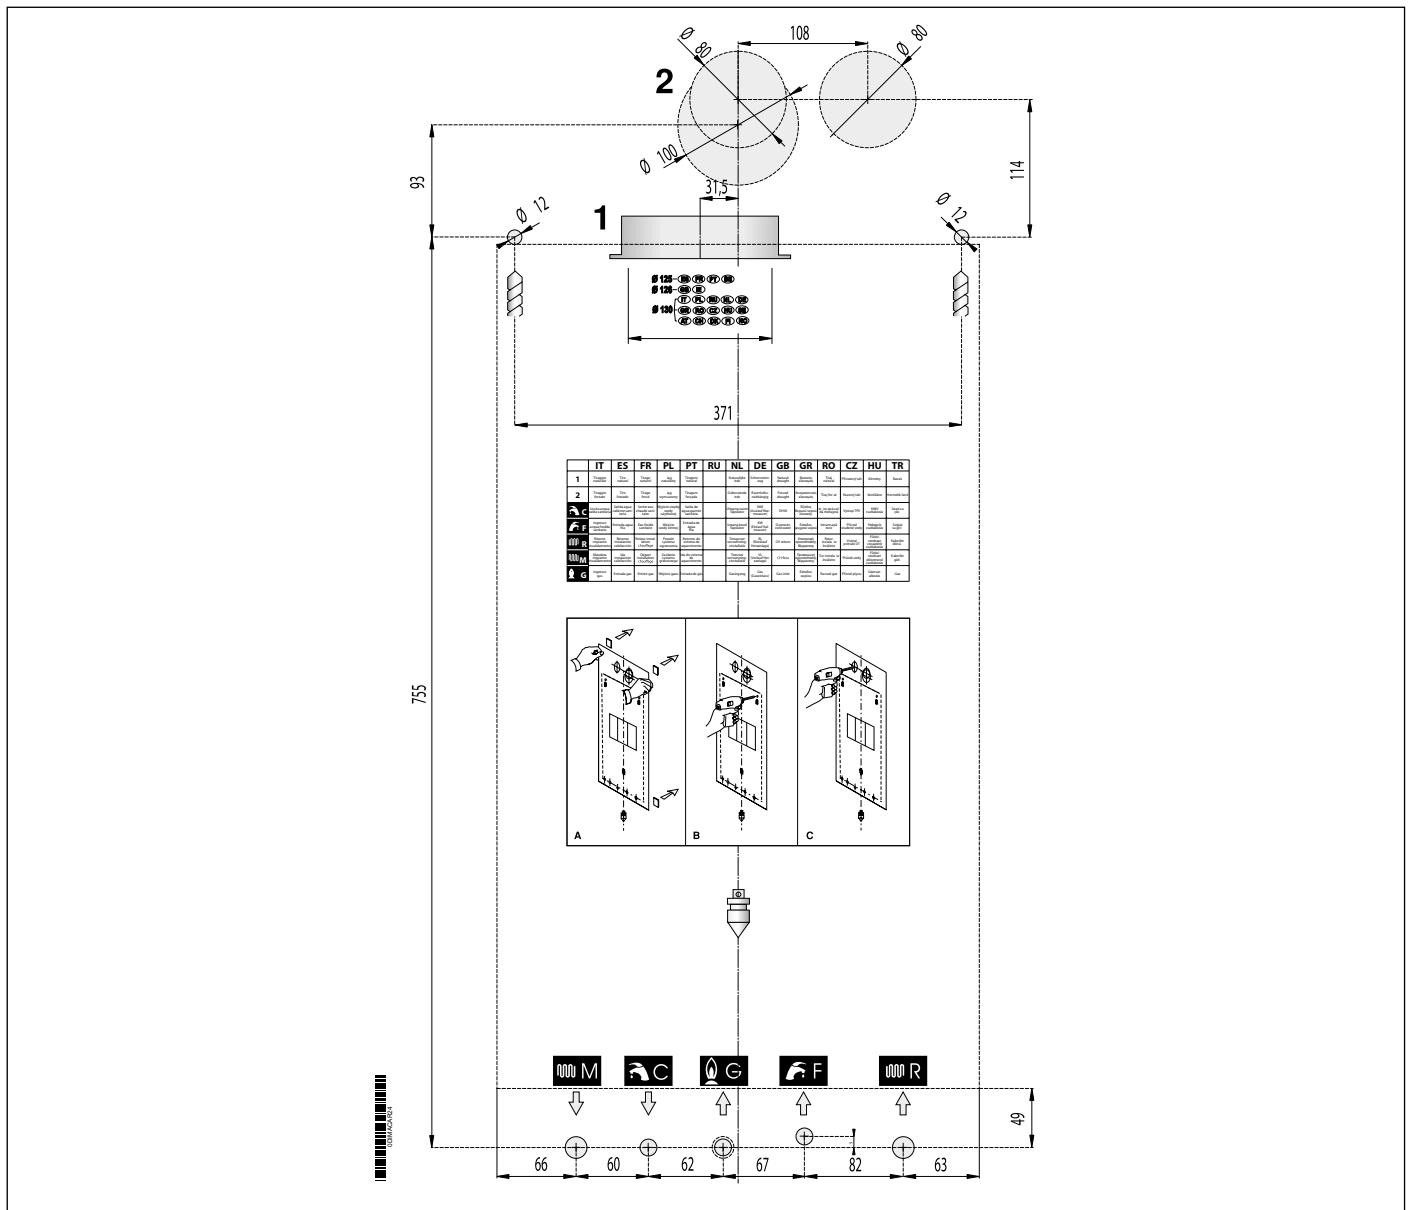

Рис. 7 Шаблон из бумаги
- монтажный шаблон (смотри Рис. 7 Шаблон из картона).
Каждый котел снабжен специальным шаблоном из бумаги (смотри Рис. 7 Шаблон из бумаги).